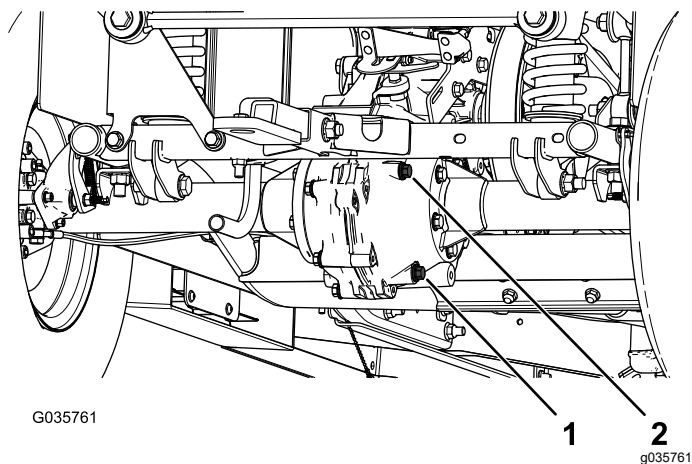

Рисунок 56
2. Снимите пробку заливного отверстия в коробке передач (Рисунок 56).
3. Если уровень жидкости низкий, снимите пробку заливного отверстия и доливайте жидкость указанного типа до тех пор, пока она не начнет вытекать из отверстия (Рисунок 56).
1. Подставьте под пробку сливного отверстия сливной поддон (Рисунок 56).
2. Снимите пробку заливного отверстия и уплотнение (Рисунок 56).
3. Снимите пробку сливного отверстия и уплотнение и дайте рабочей жидкости полностью стечь (Рисунок 56).